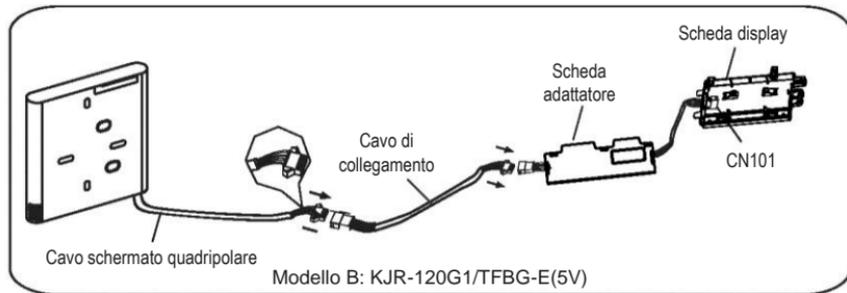

Fig. 3-3(B)
- Collegare il raccordo femmina del gruppo di fili dall'adattatore al raccordo maschio del gruppo di fili di collegamento. Quindi collegare l'altro lato dell'adattatore al display. (Vedere Fig. 3-3(B))